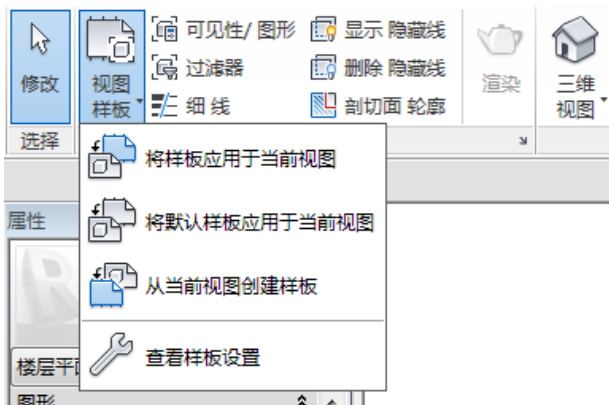

图 7-10
- 10) 点击“视图”选项卡>“视图样板”下方的三角按钮，在下拉菜单中单击“将样板应用到当前视图”按钮，选择“SG\_平面视图\_100”，点击“确定”完成视图样板的应用（如图 7-10 所示）。